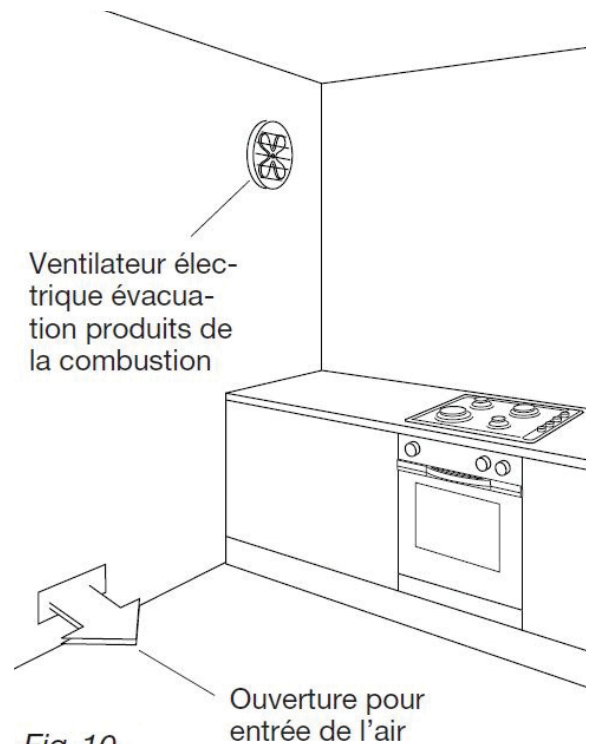

Fig. 10
- Dans le cas où il ne serait pas possible d'installer une hotte, il est nécessaire d'utiliser un ventilateur électrique monté sur l'un des murs externes ou sur la fenêtre de la pièce (voir fig. 10). Ce ventilateur électrique doit avoir un débit garantissant un renouvellement de l'air de la cuisine d'au moins 3 à 5 fois son volume.